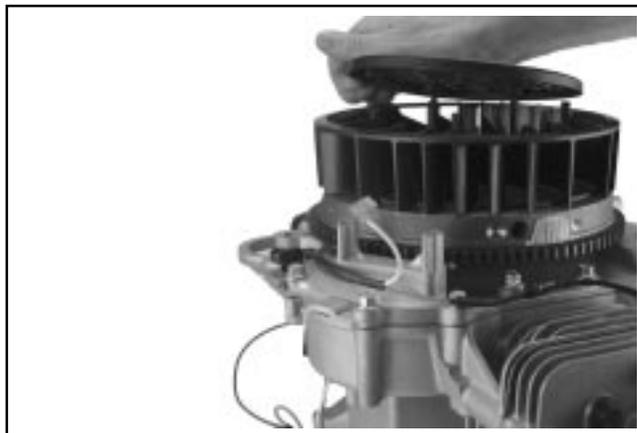

Figure 8-22. Dépose de la grille de protection contre l'herbe.
1. Retirer la grille du ventilateur de refroidissement. Voir la Figure 8-22.